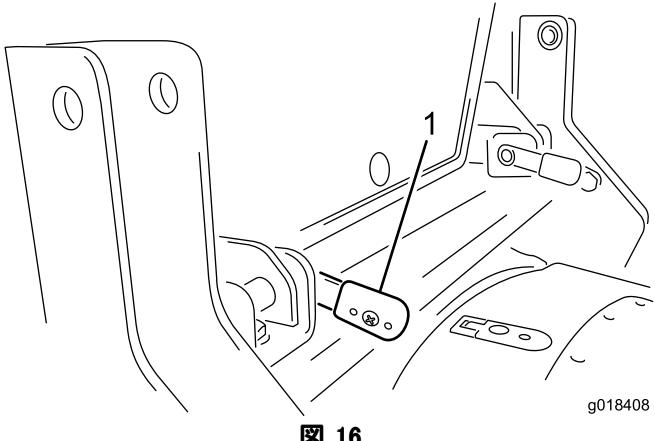

図 16
3. レバーが奥まで入ったら、レバーを後方に回してロックします(図 16)。